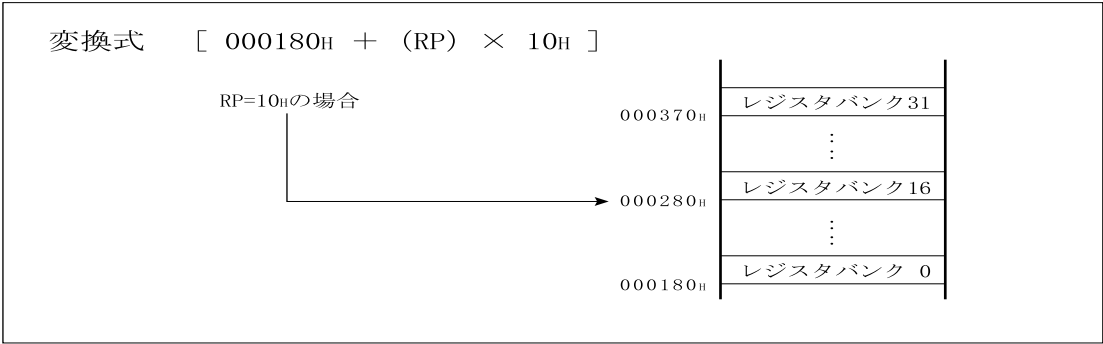

図 2.7-11 汎用レジスタ領域の物理アドレス変換規則
レジスタバンクポインタ (RP) は、F²MC-16LXの持つ汎用レジスタと、内部RAMのアドレスとの関係を示すポインタです。レジスタバンクポインタ (RP) の内容とアドレスの関係は、図 2.7-11に示す変換規則になっています。